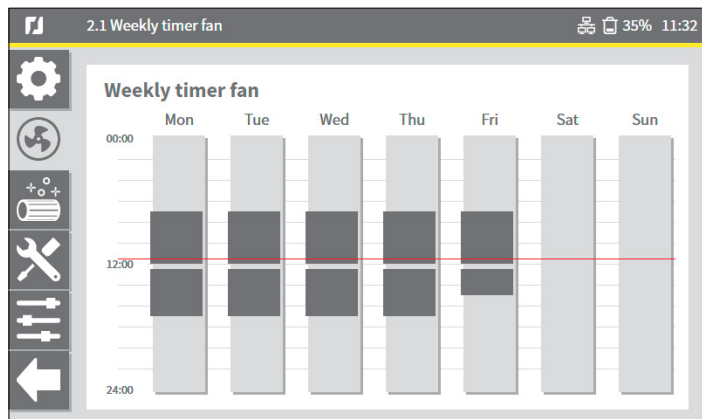

Fig. 4.3 Veckotimer inställning (exempel)
Fig. 4.3 visar en grafisk vy över en veckotimerinställning och visar manöverblock för morgonen och för eftermiddagen, inklusive lunchrast. Fredagar har andra inställningar.
- Välj det vertikala fältet Mon (Måndag)⁶, som fungerar som en knapp (se Fig. 4.3).